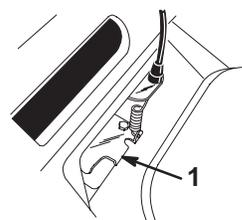

Figure 25
5. Poussez sur la patte de guidage de la courroie jusqu'à ce qu'elle touche la tondeuse et maintenez-la en place (Fig. 25).